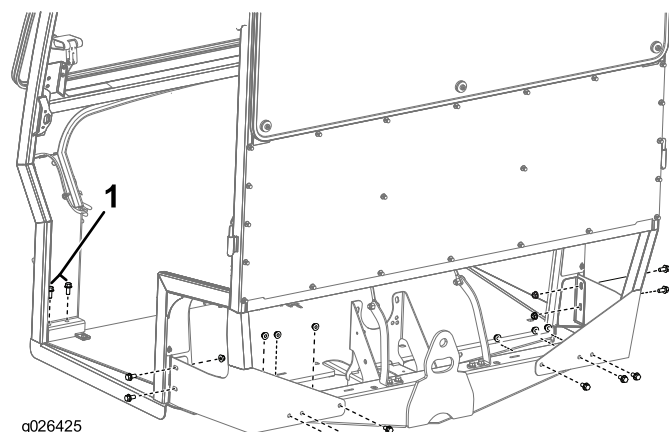

Figure 6
- Fixez le cadre à la machine au moyen de 10 boulons (3/8" x 3/4"), 10 écrous (3/8") et 4 boulons (3/8" x 7/8"), comme montré à la Figure 6.